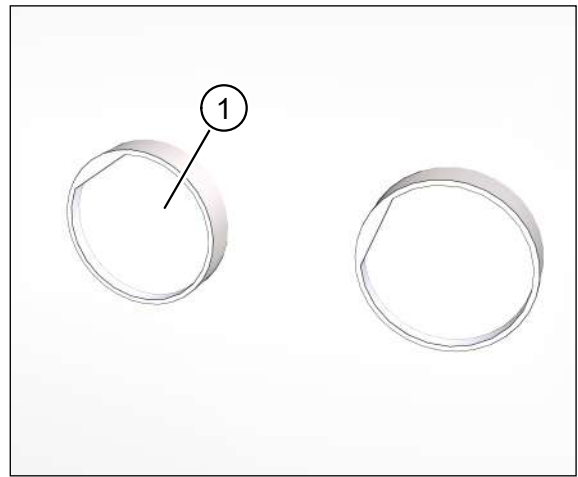

Abb. 39: Montageset außen verputzt
- ▶ Entfernen Sie beide Putzschutzhülsen (Pos. 1 in Abb. 39).